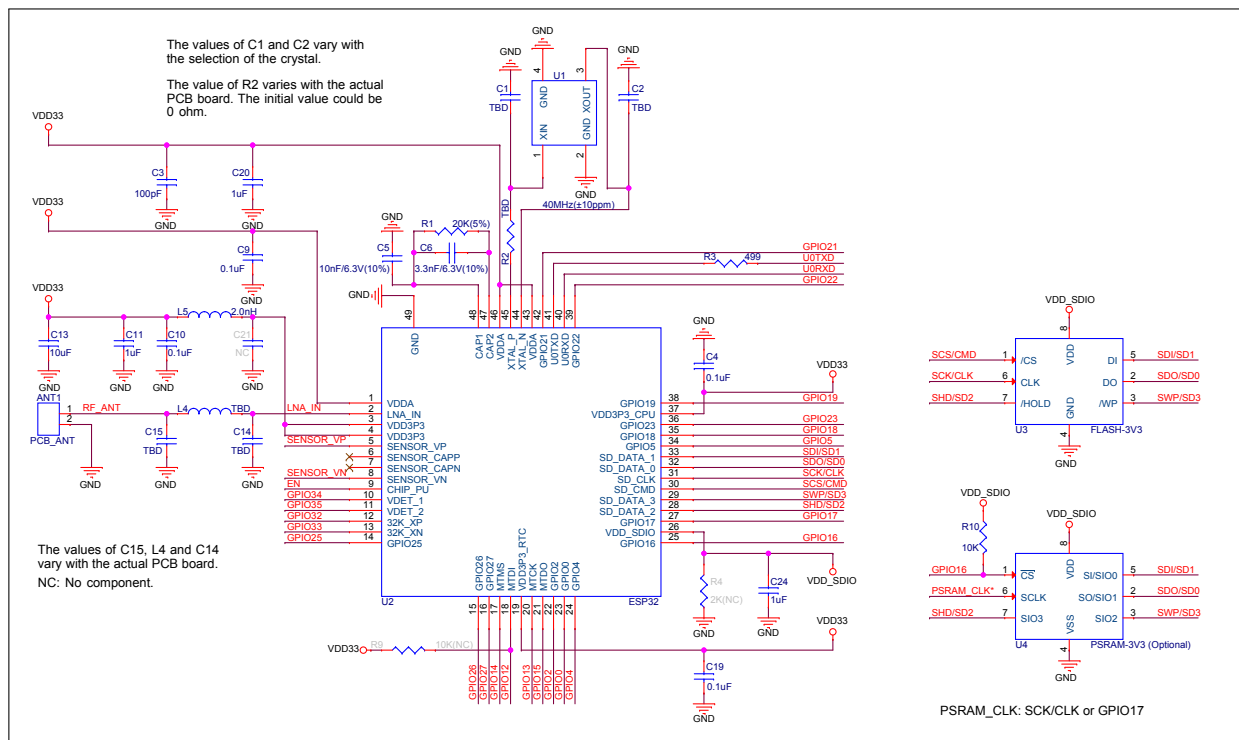

图 1: ESP32 系列芯片参考设计原理图
ESP32 系列芯片的核心电路图如图 1 所示。
- 图 1 使用的是四线、3.3 V、外部 flash/PSRAM。PSRAM CLK 可以为 SCK/CLK 或者 GPIO17。
- 当使用四线、3.3 V、内封 PSRAM (ESP32-D0WDR2-V3) 和外封 flash 时，核心电路如图 1 所示，PSRAM CLK 是 SCK/CLK。
ESP32 系列芯片外部四线 flash/片外 RAM 电路见图 1。